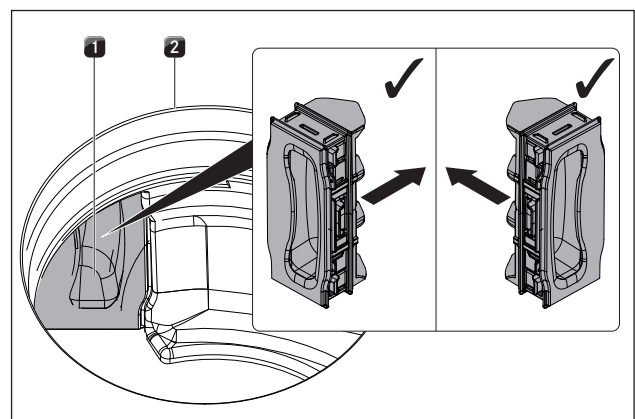

Abb. 8.10 Filterwechselklappe einsetzen
- ▶ Drücken Sie im Inneren der Einströmöffnung die Filterwechselklappe bis zum Anschlag in die Öffnung des Filtergehäuses (Filterwechselklappe einsetzen s. Abb. 8.10).